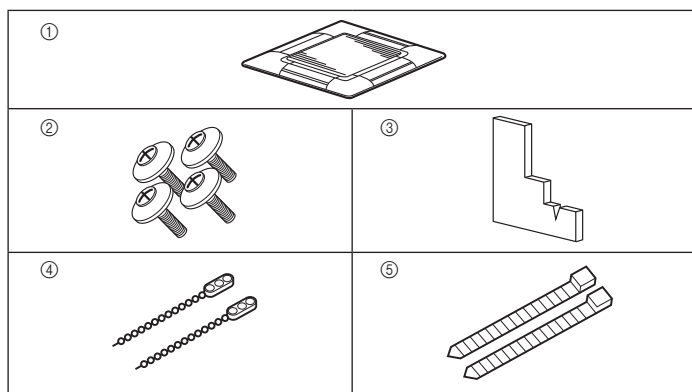

Fig. 8-1
8.1. Ελέγξτε τα εξαρτήματα της περσίδας (Fig. 8-1)